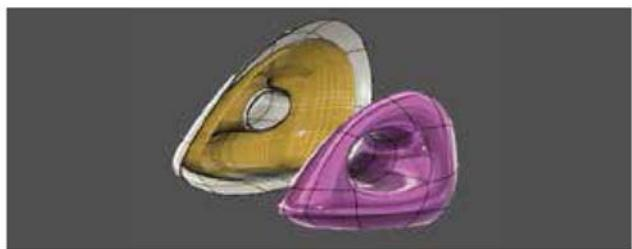

图 2-115
(14) **拉伸**: 将选定的 T 样条顶点捕捉到面或曲面。顶点可以为控制点或曲面点。选择要移动的顶点，这些顶点将自动移动至最近的实体，如图 2-115 所示。